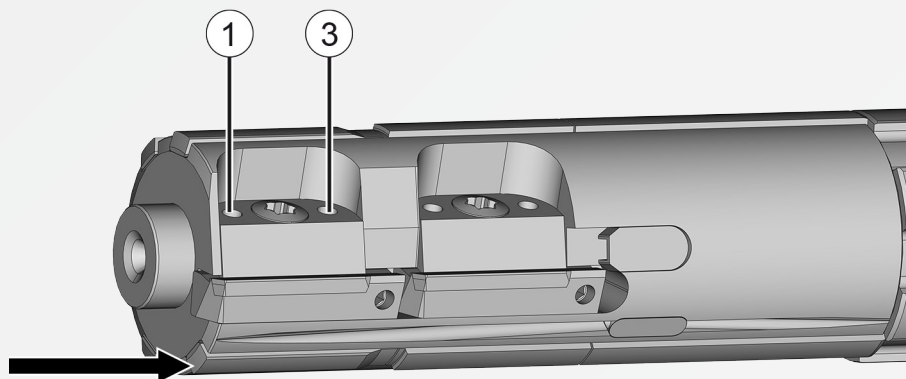

Abb. 8: Seitenansicht Referenzleiste
3. Fahren Sie mit den beiden Messtastern an die Referenzleiste. Die Referenzleiste ist die erste Führungsleiste nach der Schneide in Drehrichtung (siehe Pfeil Abbildung 8). Geben Sie die Messtaster spezifische Vorspannung auf die Referenzleiste und nullen dann die beiden Messtaster.